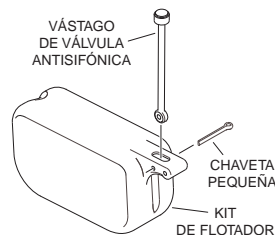

Figura 2
- Ubique el conjunto de vástago de la válvula antisifónica en la ranura del flotador y haga pasar la chaveta de 1 1/8" (la más pequeña de las dos chavetas) por el flotador y el conjunto de vástago de la válvula (ver la figura 2), y abra ligeramente el extremo de la chaveta. Si está correctamente instalado, el conjunto de vástago de la válvula debe girar libremente en la chaveta dentro del flotador.